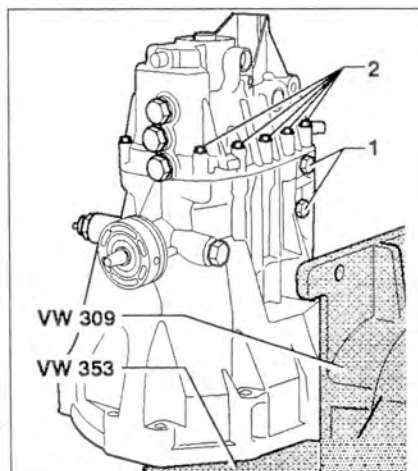

Рис. 5.34. Открутите оба болта 1 крепления вала передачи заднего хода и болты 2 крепления корпуса коробки передач к корпусу сцепления.
13. Открутите оба болта 1 крепления вала передачи заднего хода (рис. 5.34). Открутите болты 2 крепления корпуса коробки передач к корпусу сцепления. С помощью пластикового молотка осторожно отсоедините корпус коробки передач. Снимите вал передачи заднего хода.